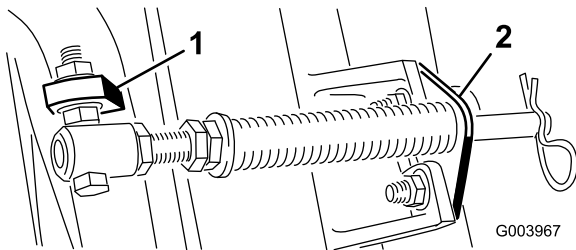

图5
**注意：** 将螺栓头朝向凸耳外侧，如 图5 所示。
D. 使用车身螺栓和螺母将杆支架固定到滚刀组凸耳上（图5）。